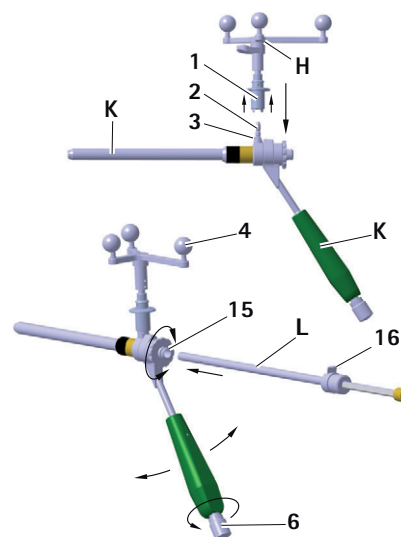

Fig. 12 Montaggio dell'unità a stella Aesculap sulla bussola guida S⁴C; inserimento della bussola di foratura interna S⁴C
- Per verificare che la videocamera abbia il campo libero sulle sfere di marker riflettenti, allentare il pomello **6** sull'impugnatura S⁴C della bussola guida S⁴C **K** e ruotare l'unità a stella Aesculap **H** nella posizione desiderata, vedere Fig. 12
- La bussola di foratura interna si inserisce sulla bussola interna e può ancora essere ruotata, vedere Fig. 12